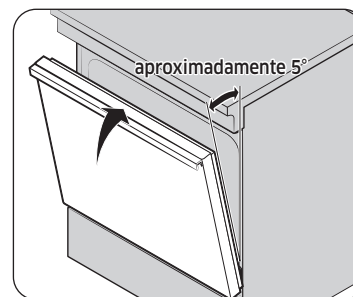

Fig. 1
4. Cierre la puerta para colocarla en la posición de extracción, que está a aproximadamente a 5 grados de la posición vertical (Fig. 1).